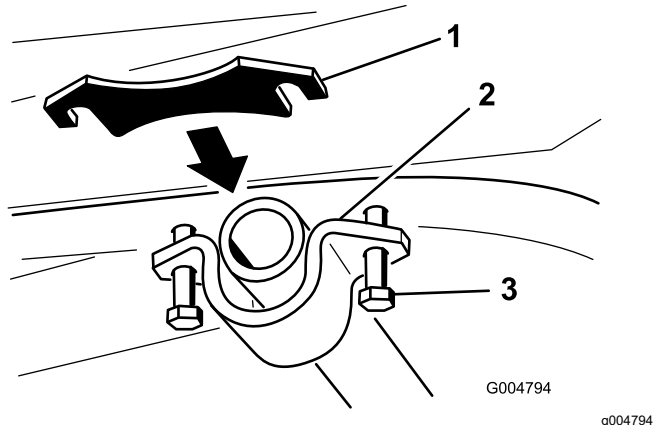

Figura 22
6. Allentate i bulloni che fissano la staffa del tubo orientabile per creare uno spazio tra il telaio e la staffa del tubo orientabile (Figura 22).